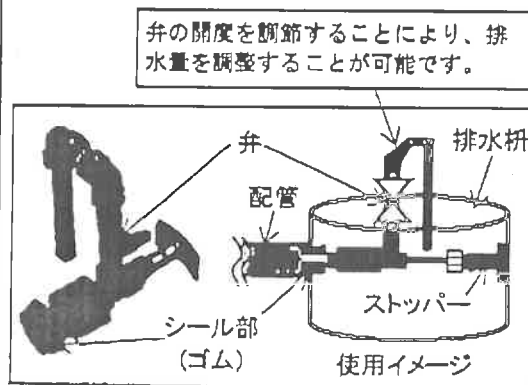

図4 排水量を調整できる閉止栓概略図
原因 と対策	<p><原因></p> <p>①現場や配管の高さ関係を示した図面を確認しなかったため、配管内部に想定以上の残水があることに気付かずに済みました。また、この確認行為を作業手順に定めるよう社内規程に定めていませんでした。</p> <p>②排水枡からの溢水防止を考えるにあたり、排水時の漏えいリスクを過小評価していたことにより、排水量を調整できる閉止栓(図4参照)を使用することまで思いが至っていませんでした。また、慎重に閉止栓を取り外せば問題なく排水できると考え、被水を想定した飛散防止措置まで思いが至っていませんでした。</p> <p><対策></p> <p>①閉止栓取り付け箇所で残水の排水作業を行う場合は、作業計画段階で、現場や配管の高さ関係を示した図面を確認し、配管内部の残水範囲および残水量を把握するようにします。これを確実なものとするため、同様な作業を実施する際には、配管内部の残水範囲および残水量を把握する確認行為を作業手順に定めることを社内規程に定めます。</p> <p>②閉止栓を設置することにより、配管内に残水が想定される場合は、排水量を調整できる閉止栓を使用することを社内規程に定めます。また、放射性物質を含む水の飛散リスクがある場合は、ビニールシートなどによる飛散防止措置を確実に実施することを社内規程に定めます。</p>